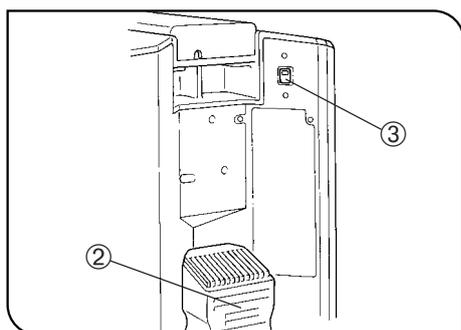

Abb. 2
5. Darauf achten, dass der Spannungswahlschalter ③ (Abb. 2) an der Rückseite des Mikroskopstativs auf die örtliche Netzspannung eingestellt ist. (Bei Versand ab Werk wird der Schalter auf 220-240 V gestellt.)